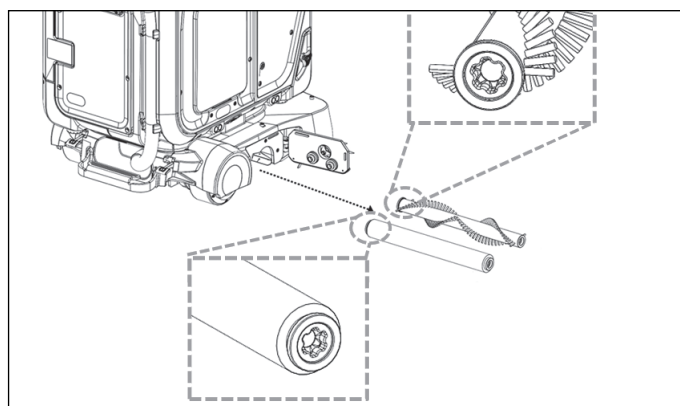
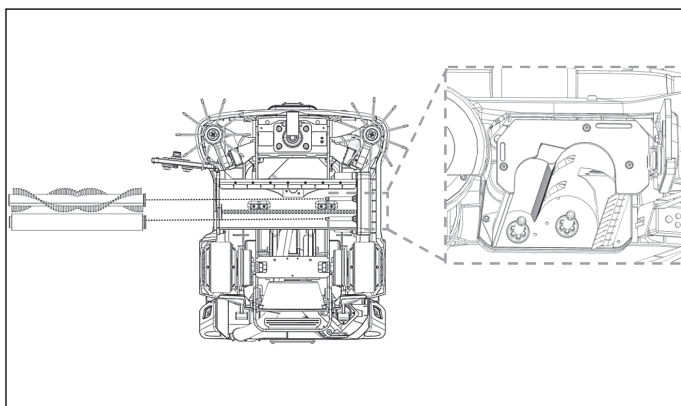

Figure 71
Figure 72
3. Vérifiez l'extrémité de la brosse et du rouleau avec la fonction d'alignement et de verrouillage femelle, puis faites glisser la brosse dans la fente de la brosse (Fig. 71), (Fig. 72).